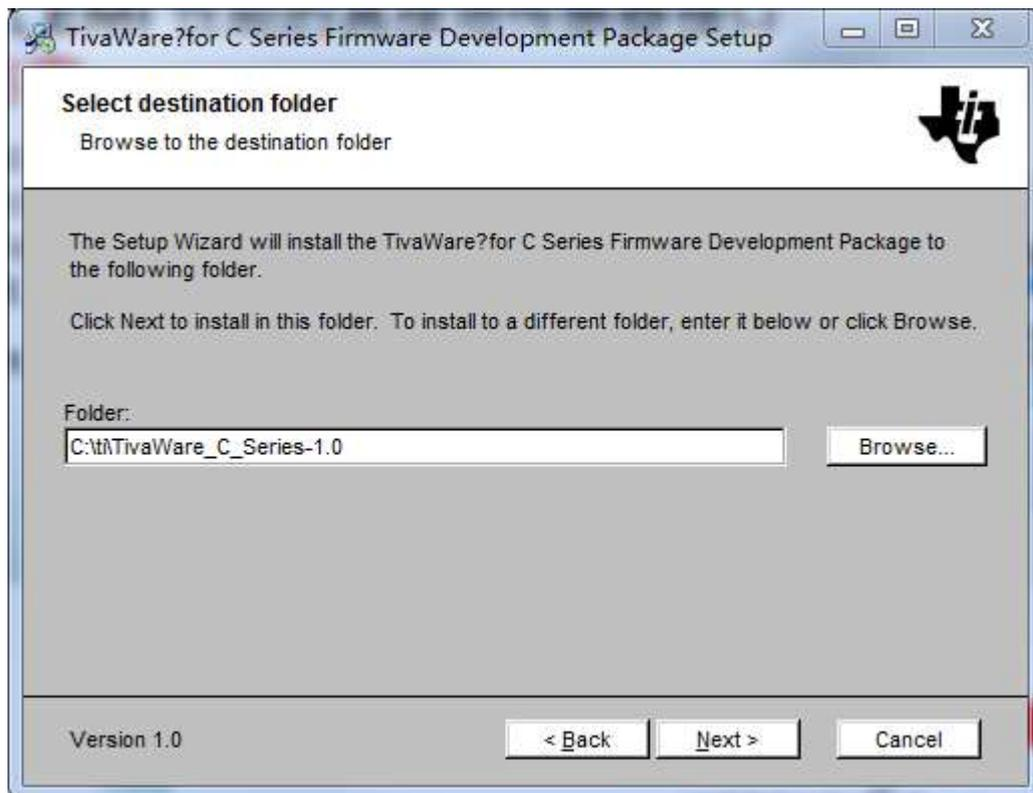

图 3.4 TivaWare 安装步骤 4
(5) 点击 next，选择软件包安装目录，如图 3-4。注意：你可以选择将 TivaWare 安装